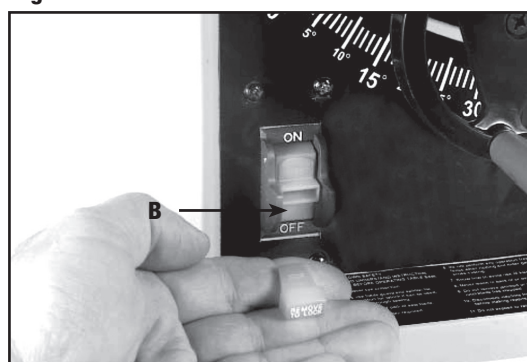

Fig. 28
**IMPORTANTE:** Quando a ferramenta não estiver em uso, deixe a chave na posição “desligar” para evitar uso nãoautorizado. Para travar a ferramenta, segure o interruptor articulado (B) e puxe-o para fora da chave (Fig. 28). Com o interruptor articulado (B) removido, a chave não funcionará. No entanto, se este for removido enquanto a serra estiver em funcionamento, a máquina pode ser “DESLIGADA”, mas não religada se o interruptor não for recolocado (B).